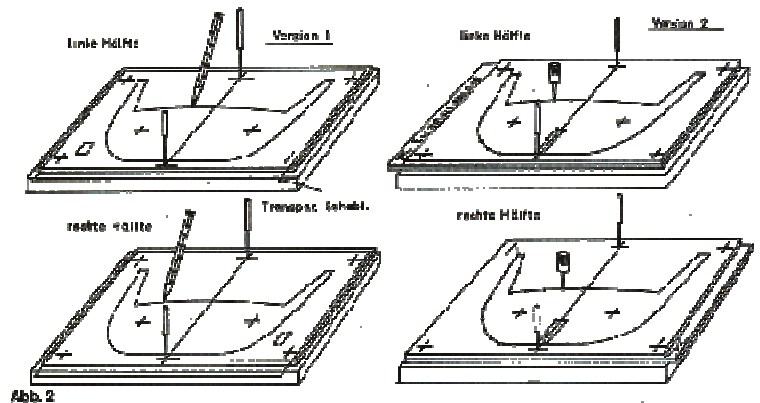

Abb. 2
- Die eigentliche Übertragung läßt sich erstens auf Transparentpapier oder zweitens durch Perforierung vornehmen. Diese Version liefert eine stabilere Karton-Einzelschablone, ist jedoch etwas komplizierter. Man kann sie als Schablone ausschneiden oder auf Holz perforieren (siehe Abb. 2, Versionen 1 + 2). Der Schritt vom Papier zum Holz führt uns zu Kiel und Spanten.